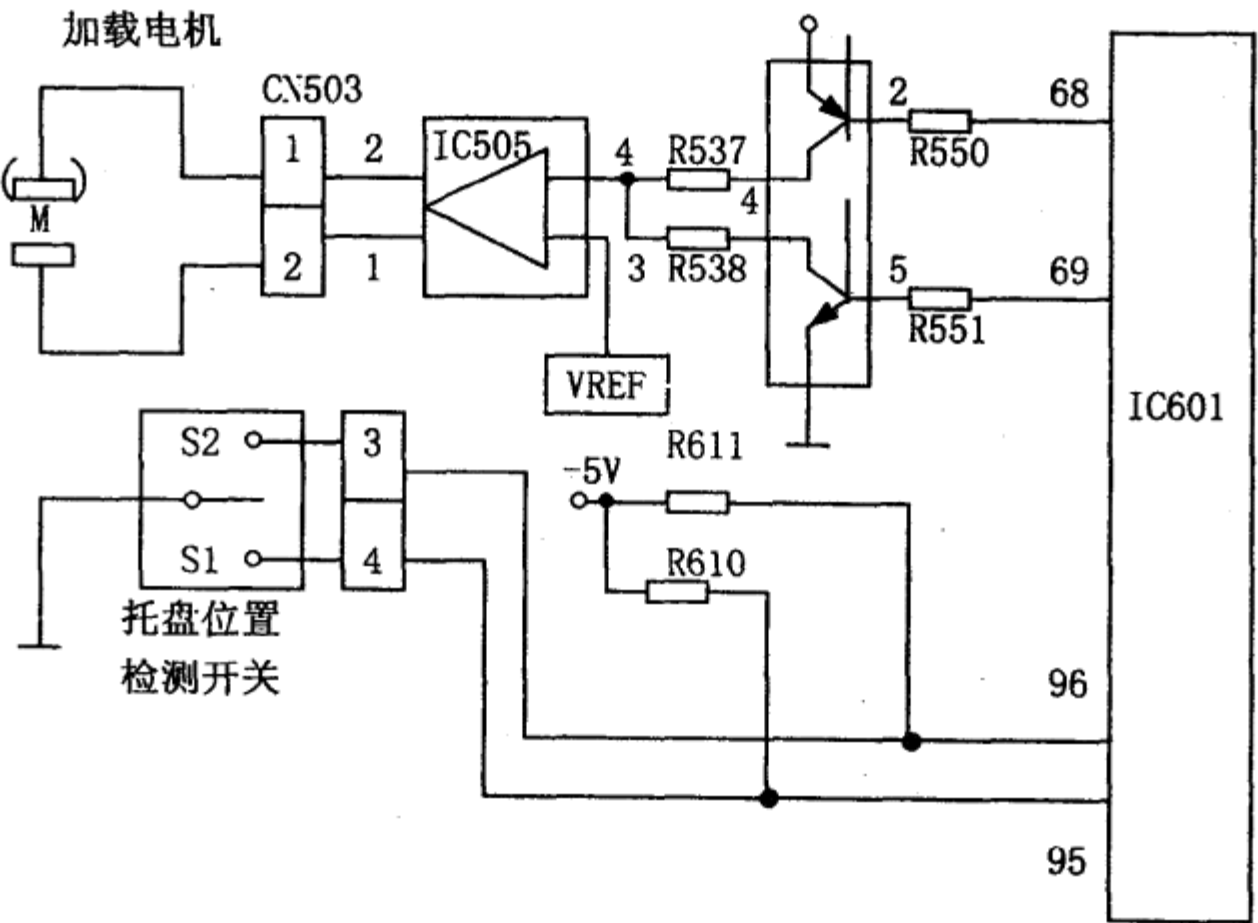

图 3
分析检修:根据故障现象分析,问题一般出在进出盒控制及相关电路,如图3所示。打开机盖,发现托盘入仓到位之后加载电机仍然旋转不停,啮合齿轮互相错位而发出“喀喀”摩擦声。由机子工作原理可知,托盘入仓到位信息是由图3中的限位开关S2检测关闭后送往系统控制微机IC601第⑩脚。IC601在接收到S2闭合低电平后发出中断第⑨脚的LDMN驱动信号,加载电机停止转动。由此可见,故障的原因是IC601未能检测到第⑩脚的低电平,仍然驱动加载电机带动托盘入仓。